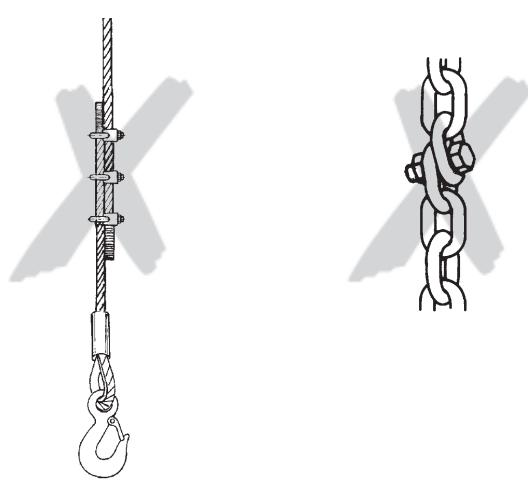

Fig. 5
- Ne pas nouer, ne pas raccourcir ou ne pas rallonger le câble métallique avec des pinces, vis ou autres outils. (Fig. 5). Les câbles ne doivent pas être remis en état. Ne pas faire dépasser le câble en dehors des rebords.